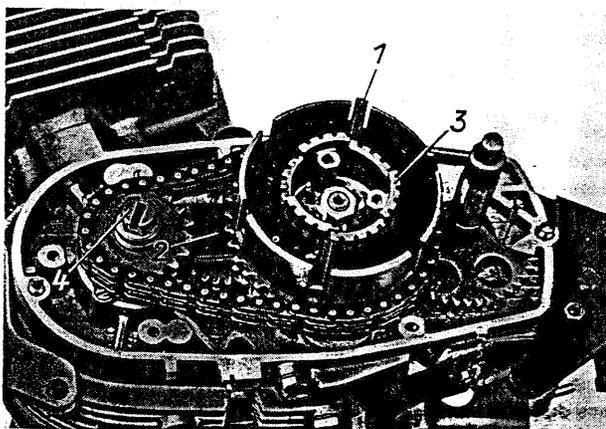

Fig. 196. Fixer le disque récepteur
La vis M 10×25 (4) pourvue de la rondelle Grower et de la rondelle de serrage doit être assemblée avec la roue à chaîne sur le vilebrequin en les serrant au couple de 56_{-11} Nm ($5,6_{-1,1}$ kpm) (fig. 196).